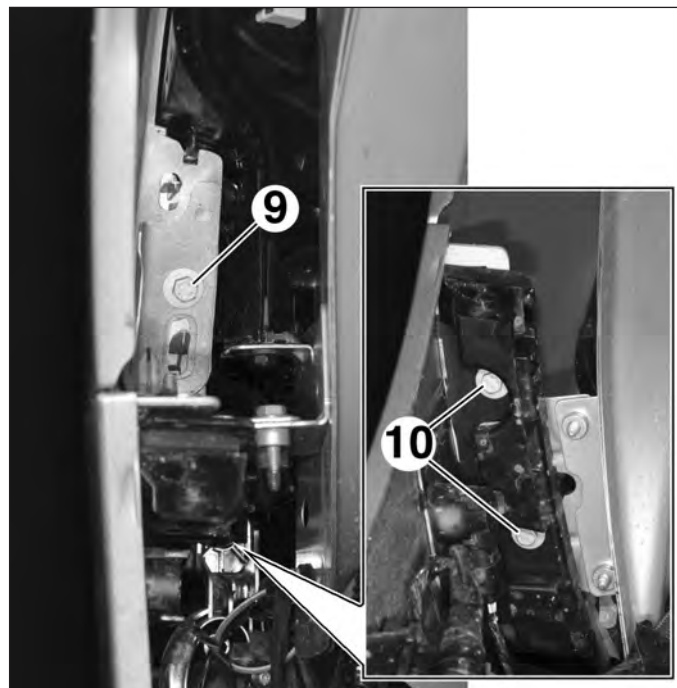

FIG.144
- Déposer la vis (9) (Fig.144).
- Desserrer les vis (10).